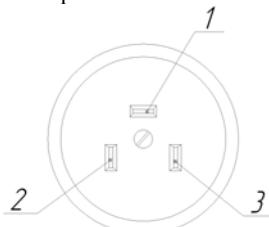

Рис. 1. Подключение розетки
3). Установите штепсельную розетку, входящую в комплект плиты в легкодоступное место, соблюдая полярность в соответствии с Рис. 1.